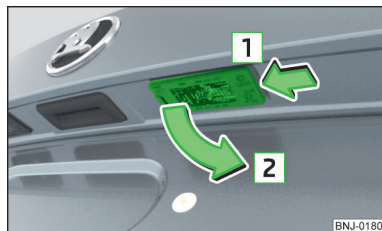

Рис. 216
- Натисніть на ліхтар в напрямку стрілки [1] » Рис. 216, поки вона не від'єднається.